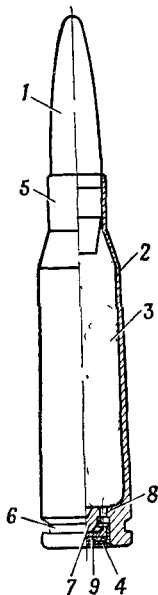

Рис. 47 Боевой патрон.
26. Боевой патрон (рис. 47) состоит из пули, гильзы, порохового заряда и капсюля.